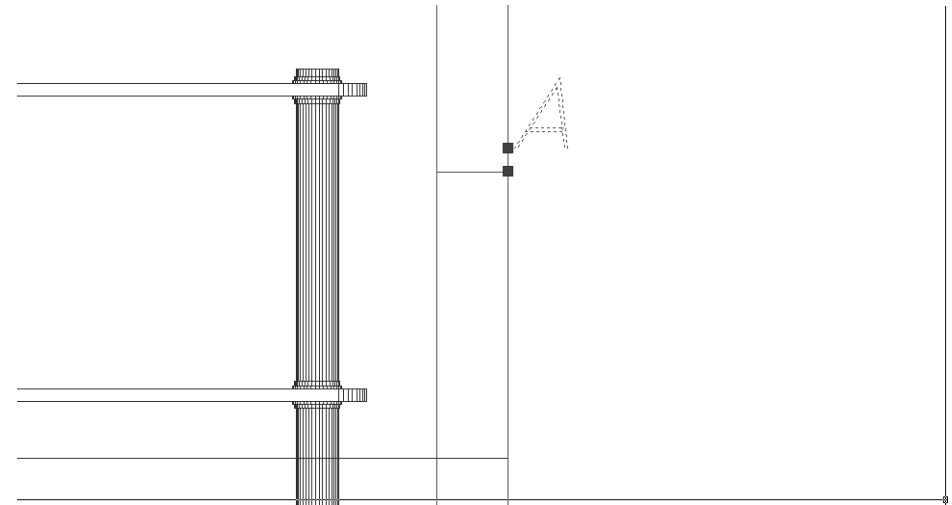

Рис. 10.15 ▼ Маркеры выделения текстового объекта обозначают точку вставки и точку выравнивания
6. Щелкните на букве **А**. Ее контур станет штриховым, а возле нее появится два маркера, обозначающих точку вставки (правая оконечная точка штриха линии сечения), и точку, соответствующую выбранному режиму выравнивания. В том случае, если вы исправили режим выравнивания и вместо режима **Вниз по центру** (Bottom center) применили режим **Вниз влево** (Bottom left), маркеры будут расположены так, как показано на рис. 10.15.